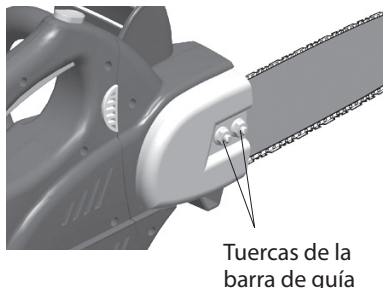

Figura 9 - Afloje las tuercas de la barra guía.
1. Afloje las tuercas de la barra guía antes de regular la cadena (vea la figura 9).